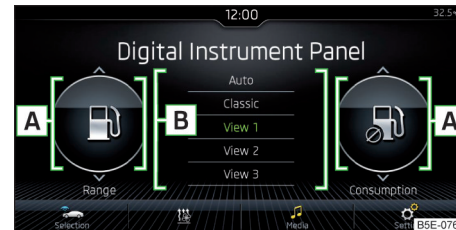

Abb. 36 Vorwahl-Optionen im Infotainment einstellen
- ▶ In den Bereichen **A** » **Abb. 36** die gewünschten zusätzlichen Informationen durch eine Fingerbewegung senkrecht über das Display wählen.